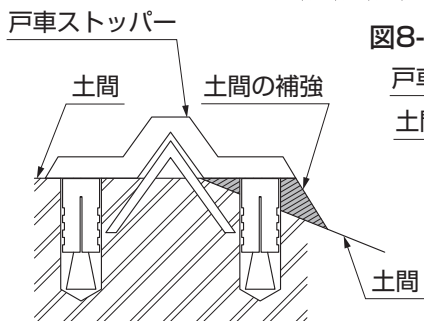
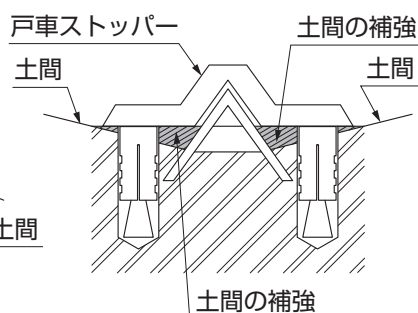

図8-9
図8-10
- 水平ではない場合、土間を補強してから取付けてください。(図8-9、図8-10参照)